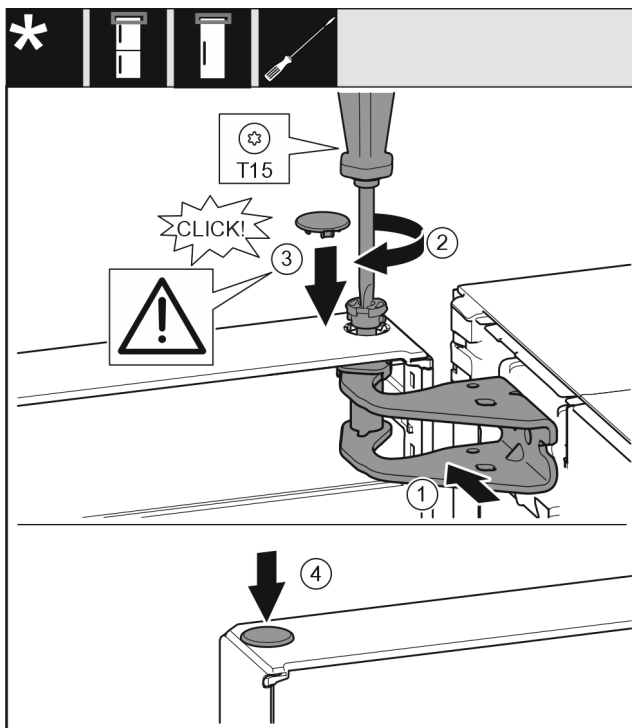

Fig. 21
- ▶ Dvere hore vyrovnajte s otvorom v ložiskovej konzole. Fig. 21 (1)
- ▶ Vložte čap a pevne ho priskrutkujte skrutkovačom T15. Fig. 21 (2)
- ▶ Namontujte poistný kryt pre poistku dverí: nasadíte poistný kryt a skontrolujete, či prilieha ku dverám. Inak čap vložte úplne. Fig. 21 (3)
- ▶ Nasadíte zátku. Fig. 21 (4)